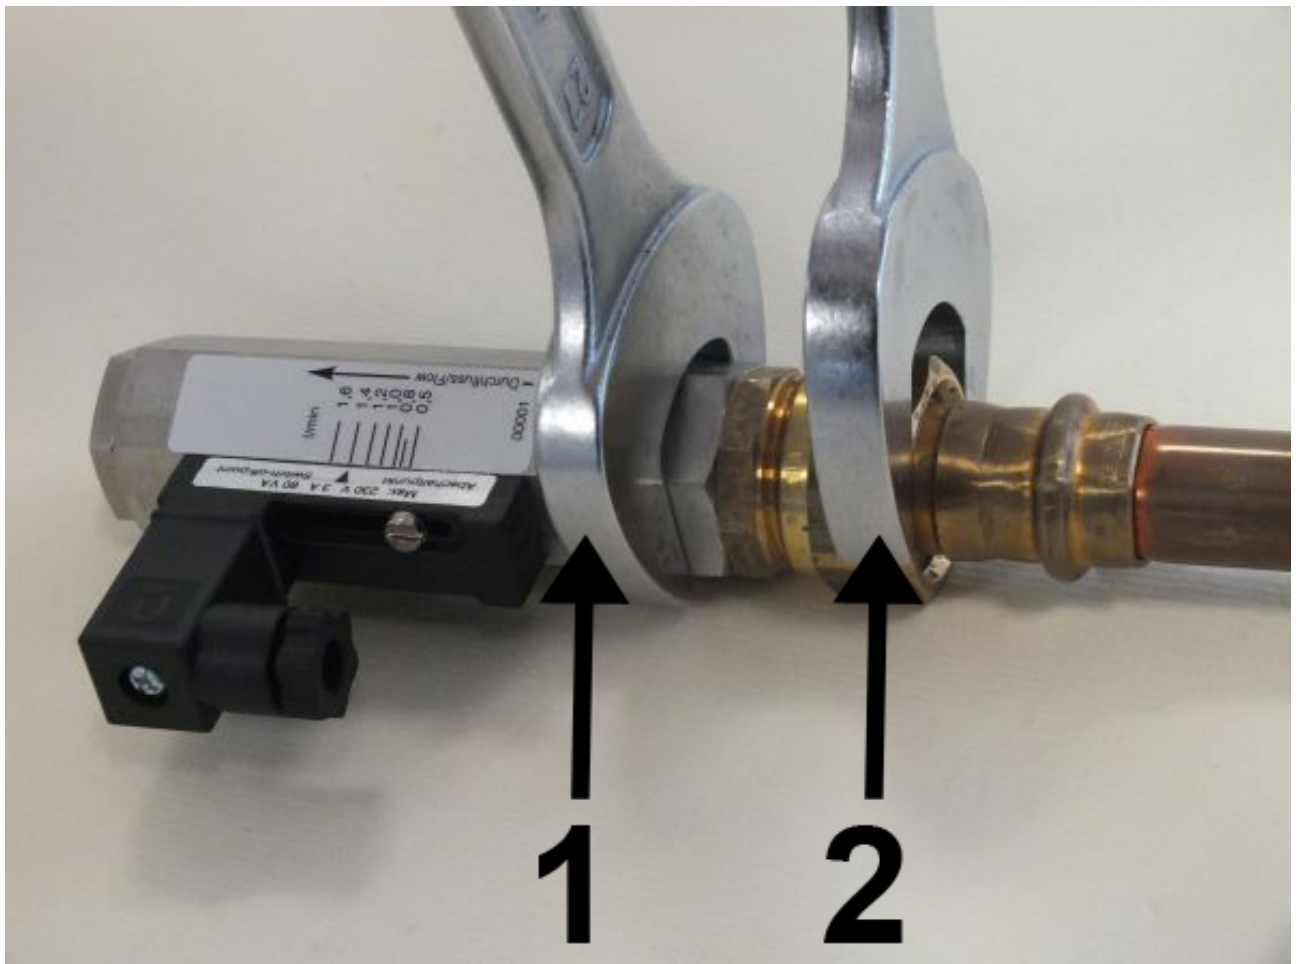

Abb. 11: Gerät einschrauben
2. ➔ Mit passendem Maulschlüssel (Abb. 11/2) die Übergangverschraubung der Rohrleitung eindrehen. Dabei die Geräteverschraubung mit einem passenden Maulschlüssel (Abb. 11/1) gegenhalten